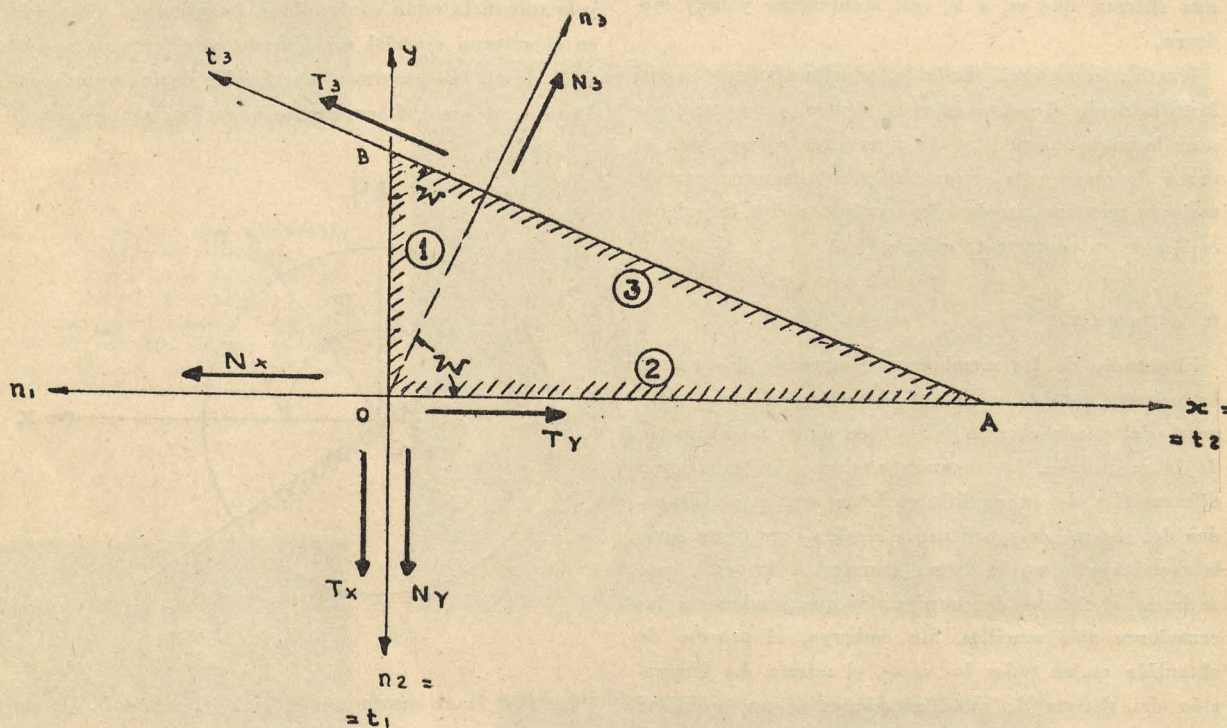

FIG. 2.
3. Fig. 2: Equilibrio de un triángulo.—El triángulo ABO está contenido en el entorno superficial de O . Las fuerzas exteriores que actúan en ABO son exclusivamente superficiales, y definidas mediante una ley continua, que permite expresar su valor total para ABO en la forma $V \cdot d\Omega$, donde V representa un vector finito y $d\Omega$ el área de ABO .